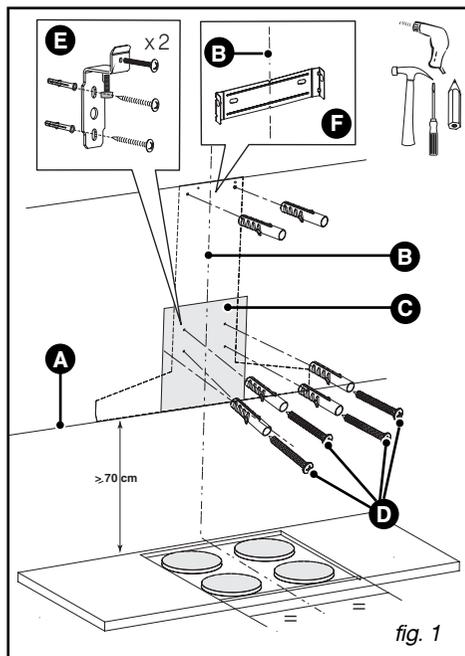

fig. 1
– Tracez un trait vertical (B/fig.1) sur le mur, centré par rapport au plan de cuisson et allant du plafond jusqu'en limite du trait horizontal précédent (A).
– Placez le gabarit C (fig. 1) sur le mur en superposant le trait représentant l'axe de la hotte sur le trait vertical B (fig.1) tracé précédemment .
– Placez le support cheminée F (fig. 1) en appui sur le plafond et positionnez les encoches sur l'axe B.